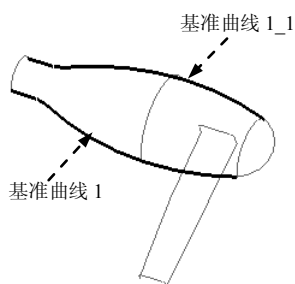

图 6.7.31 选择第一方向曲线
(2) 定义边界曲线。
① 选择第一方向曲线。按住 **Ctrl** 键，依次选择基准曲线 1、基准曲线 1_1 (图 6.7.31) 为第一方向边界曲线。